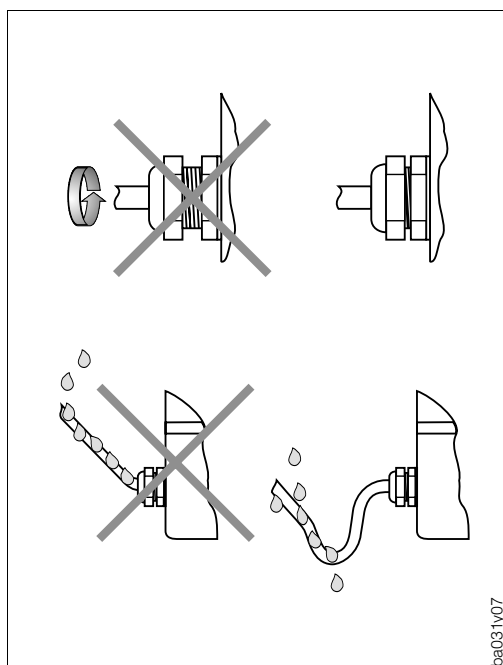

Abb. 4:
- Kabeleinführung fest anziehen (s. Abb. 4).
- Kabel vor der Kabeleinführung in einer Schlaufe verlegen. Auftretende Feuchtigkeit kann so nicht bis zur Einführung gelangen (s. Abb. 4).